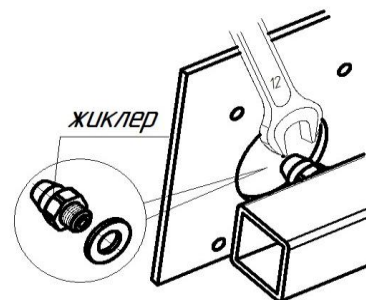

Рис.8. Замена жиклеров основной горелки
- заменить жиклеры основных горелок (Рис.8), проверив соответствие маркировки на жиклерах диаметрам, указанным в таблице 3;
Рис.8. Замена жиклеров основной горелки - клапан - отключить функцию регулятора давления газа, для **пилотной горелки** этого регулировочный винт выставить на максимальное